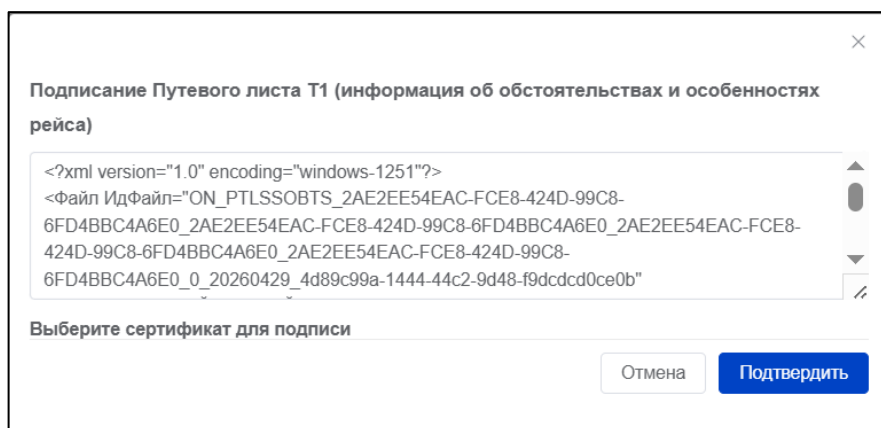

Рисунок 10 – Подписание ЭПЛ ЭЦП
6) После подтверждения создания ЭПЛ открывается окно для подписания ЭЦП и отправки Титула 1 в ЭДО для регистрации в ГИС ЭПД (Рисунок 10). В окне подписания выбрать сертификат для подписи и нажать «Подтвердить».
Далее откроется окно для подписания Титула 1 ЭПЛ (Рисунок 10). Далее необходимо выполнить действия 6 – 11 из раздела 3.1.2 «Создание задачи на оформление ЭПЛ с подписанием Титула 1 для регистрации в ГИС ЭПД».